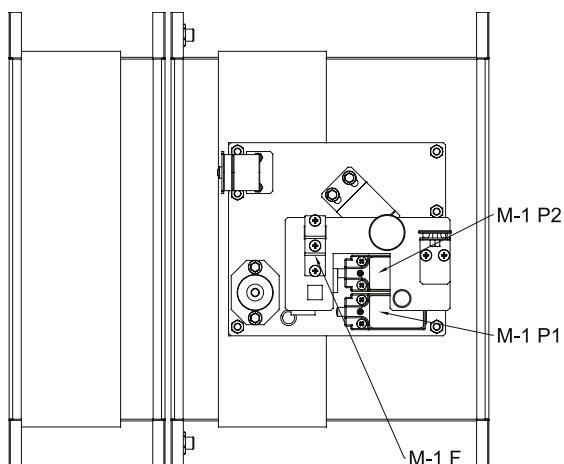

FIG. 18 Pala chiusa
- 1 - Togliere tensione alla serranda questa si porta automaticamente in posizione di pala chiusa (FIG. 18);